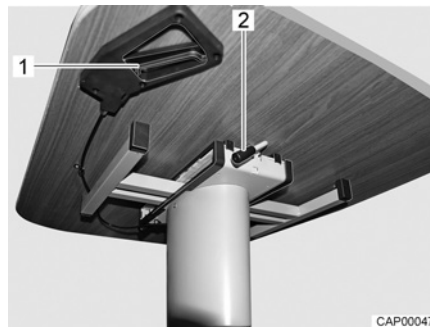

Bild 43 Förskjut lyftbordet
- Skjut spaken (Bild 43,2) sväng den nedåt tills den står lodrät nedåt.
- Sväng spaken (Bild 43,2) uppåt tills bordsskivan har fixerats.
- Dra i låshandtaget (Bild 43,1).
- Släpp låshandtaget (Bild 43,1). Bordsskivan stannar i den inställda positionen.